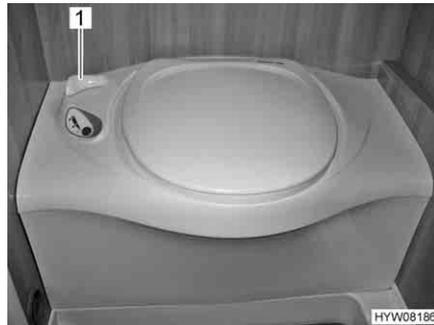

Fig. 222 Inodoro Thetford
- Antes del lavado, abrir la corredera del inodoro Thetford. Para ello, girar la palanca de corredera (Fig. 222,1) en sentido contrario a las agujas del reloj.
- Tras el lavado, cerrar la corredera. Para ello, girar la palanca de corredera (Fig. 222,1) en sentido de las agujas del reloj.